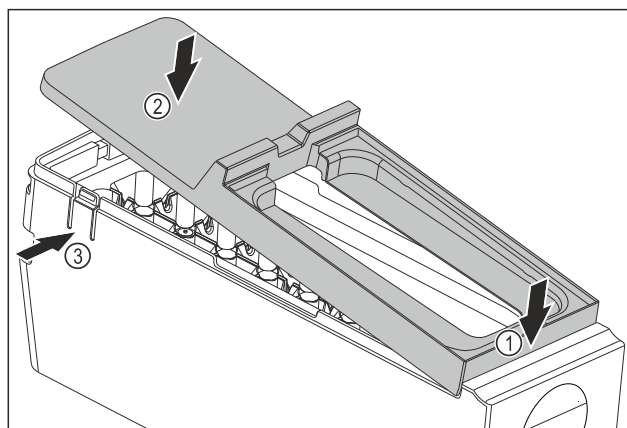

Fig. 107
- Montirajte poklopac tijela sustava EasyTwist-Ice: Postavite poklopac sprijeda. Fig. 107 (1)
- Spustite poklopac straga. Fig. 107 (2)
- Poklopac će se čujno uglaviti u oba jezička Fig. 107 (3).